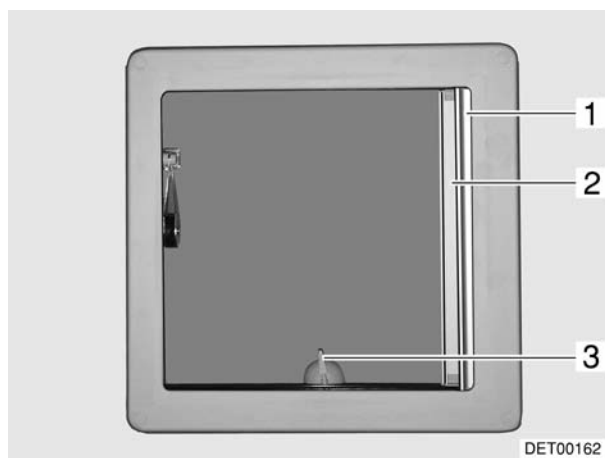

Fig. 60 Oblò inclinabile
- Per posizionare l'oblò inclinabile girare la leva (Fig. 60,3) in senso antiorario di un quarto di giro e spingere l'oblò inclinabile verso l'alto.
- Girare la leva (Fig. 60,3) in senso orario di un quarto di giro.
- Tirare la tendina oscurante pieghevole (Fig. 60,1) in direzione della freccia fino alla posizione desiderata e rilasciare. La tendina oscurante pieghevole rimane in questa posizione.
- Tirare la zanzariera a rullo (Fig. 60,2) nella direzione della freccia fino a quando non scatta il bloccaggio dalla parte opposta.